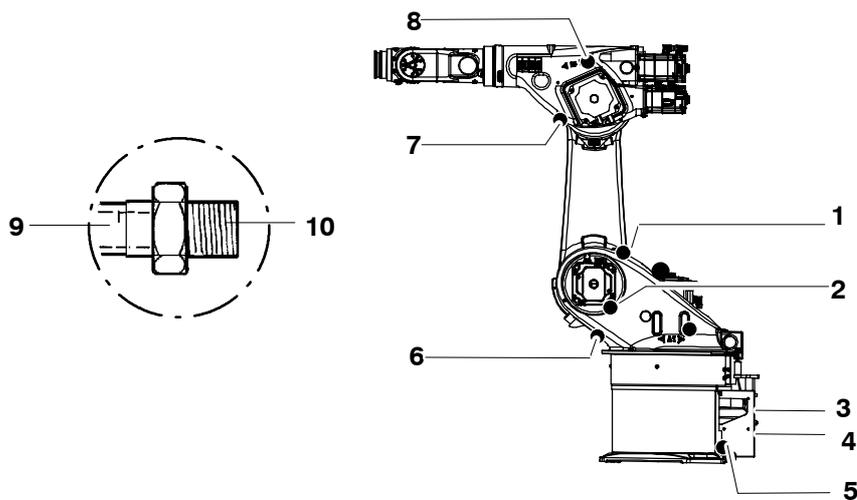

Fig. 96 Vidange d'huile des axes majeurs
(1) Dévisser quatre vis à six pans creux M6x10 (Fig. 96/3) et retirer le couvercle (4).
- (1) Dévisser la vis de fermeture M18x1,5 (Fig. 96/2) et prévoir un récipient sous l'ouverture par laquelle s'écoule l'huile.
- (1) Mettre le robot en service. Tournez l'axe 3 de façon à ce que les vis de fermeture (Fig. 96/7, 8) soient verticalement les unes au-dessus des autres.